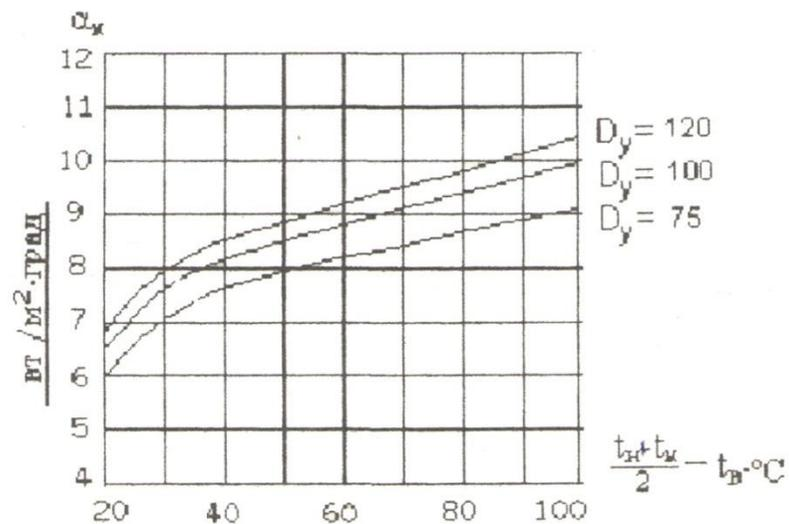

Рисунок 2. Коэффициент теплоотдачи конвекцией для горизонтальных труб
<p>– коэффициент теплопроводности, характеризующий количество теплоты, переданное через единицу поверхности в единицу времени при градиенте температур в один градус на 1 метр толщины стенки;</p> <p>– длина участка трубопровода, для которого рассчитываются потери тепла, м.</p> <p>Число подобия Нуссельта определяется по формулам:</p> <p>3) для вертикальных трубопроводов:</p> $\text{---} \text{---}, \quad (5)$ <p>где --- – число подобия Грасгофа, характеризующее отношение подъемных сил к силам вязкости;</p> $\text{---} \text{---}, \quad (6)$ <p>– число подобия Прандтля, характеризующее соотношение инерционных свойств среды – гидромеханических и тепловых. Число подобия Прандтля выбирается из справочного материала «Физические свойства сухого воздуха при Р Па» (таблица 2) по температуре окружающего воздуха.</p> <p>4) для горизонтальных трубопроводов:</p> $\text{---} \quad (5)$ <p>Учитывая, что для воздуха в диапазоне температур от 0 до 100 С число подобия Прандтля ---, приведенные формулы упрощаются и в окончательном варианте будут иметь вид:</p> <p>3) для вертикальных трубопроводов:</p> $\text{---} \quad (6)$ <p>4) для горизонтальных трубопроводов:</p> $\text{---} \quad (7)$ <p>Коэффициент теплоотдачи конвекцией для горизонтальных труб диаметром --- мм и для температуры воздуха в помещении --- °С так же можно определить графически (рис. 2).</p>
α_x – коэффициент теплоотдачи конвекцией, рассчитанный по формулам или определенный по графику (рис. 2) в зависимости от разности между средней температурой поверхности трубы и температурой воздуха в помещении, Вт/(м²·град);